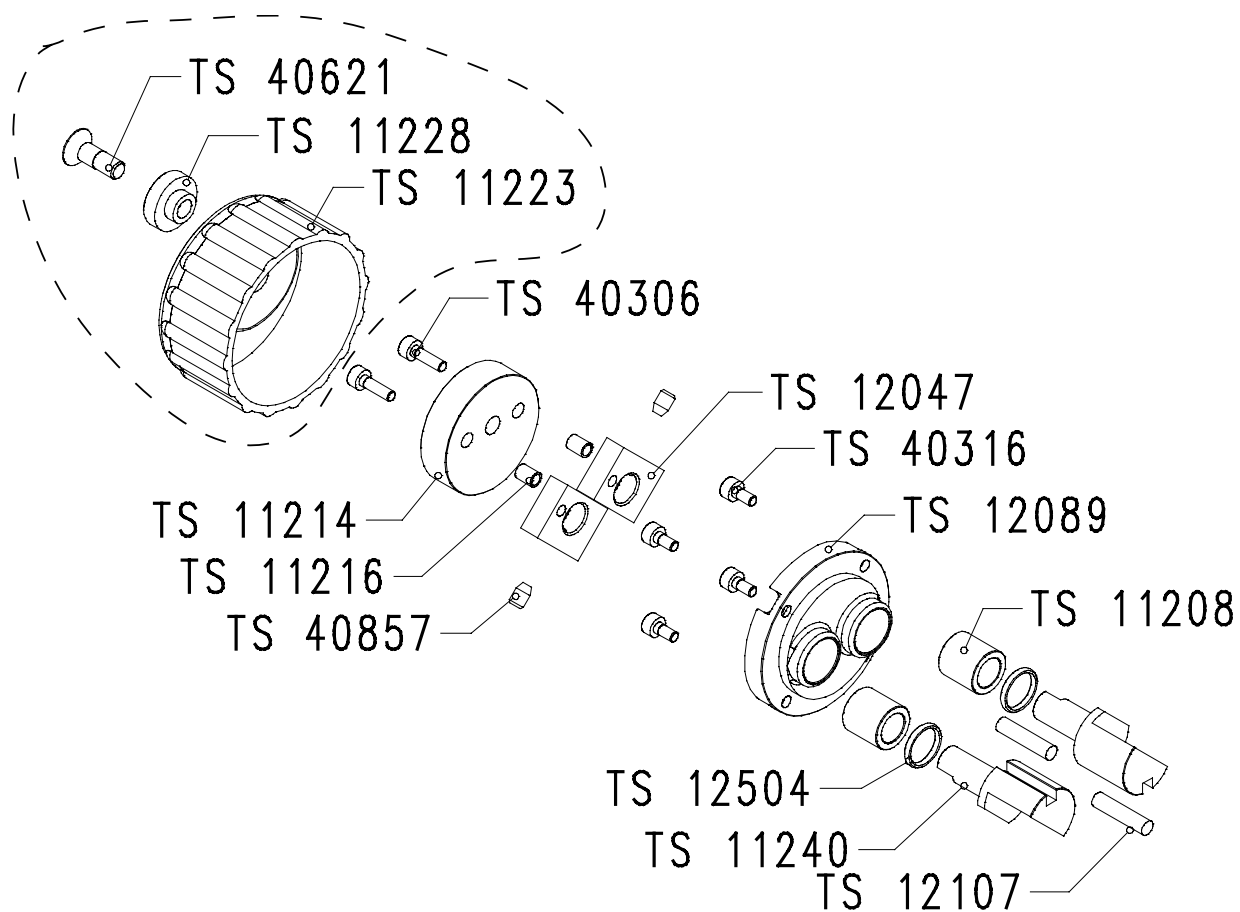

Рисунок 13-8: устройство очистки ленты в сборе TS 10205, запчасти
- Рисунок 13-8: устройство очистки ленты в сборе TS 10205, запчасти